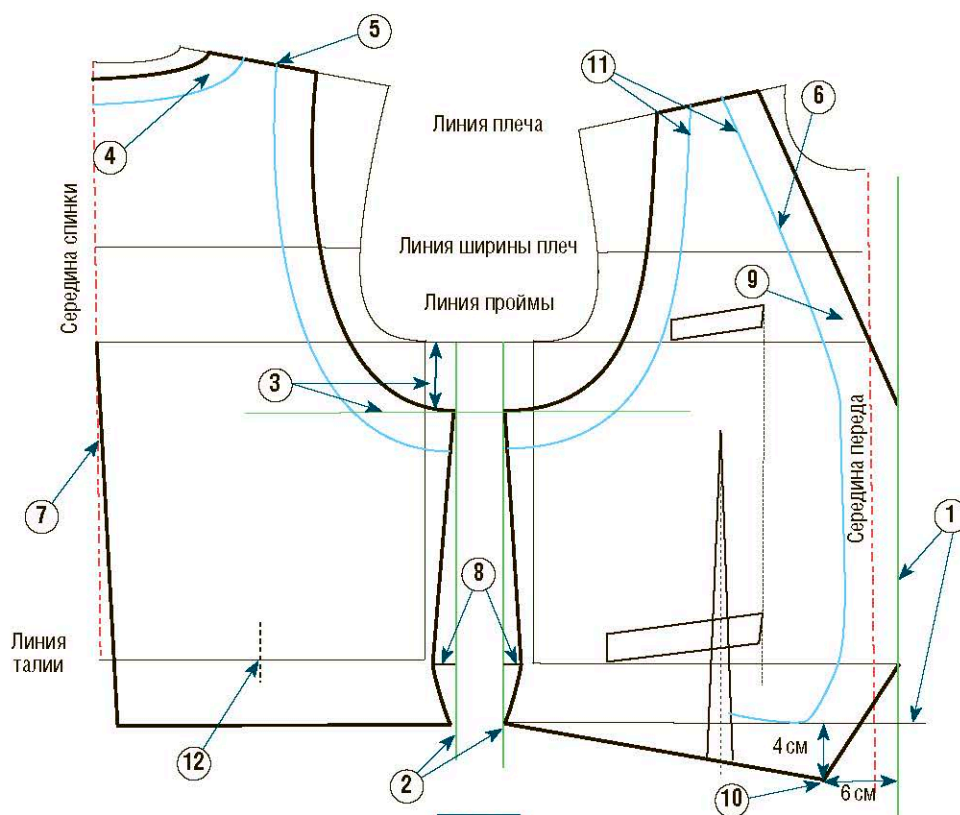

Рис. 1
Прежде всего нужно сделать базовую выкройку (на рис. 1 она размечена тонкими черными линиями) на основе стандартных или индивидуальных мерок (см. с. 20). В этот базовый чертеж далее можно будет внести необходимые изменения, которые позволят получить выкройку предлагаемой модели (обозначена толстыми черными линиями), и сделать в нем необходимые расширения на свободное облегание (отмечены зелеными линиями), подборты и обтачки (отмечены голубыми линиями).
- ⑥ На линии плеча полочки выполните расширение выреза, как на спинке (около 3 см), а затем начертите новую линию плеча такой же длины, как линия плеча спинки. После этого обозначьте пройму, соединив с высотой опущенной проймы. Определите глубину выреза горловины на линии середины переда, полученную точку соедините прямой линией с боковой точкой горловины.
- ⑦ Сделайте вытачку на середине спинки, начав ее от линии проймы и отступив по линии талии 1,5 см от линии середины спинки.
- ⑧ Постройте боковые вытачки: на спинке с раствором 1,5 см, на полочке – 2 см.
- ⑨ На полочке сделайте талиевую вытачку, отложив ее на расстоянии от линии середины переда, равном $1/8$ части обхвата груди (например, при обхвате груди = 96 см искомое расстояние составит $96 : 8 = 12$ см). Длина талиевой вытачки составляет 15–17 см, величина раствора – 2 см.
- ⑩ Определите точку середины переда, как это показано на рис. 1: она располагается примерно на 4 см ниже нижней линии жилета и на расстоянии около 6 см от наружного края полузаноса.
- ⑪ На расстоянии примерно 3–5 см начертите параллельные кривые, обозначающие вырез и пройму полочки и спинки, для создания формы обтачек и подбортов (на рис. 1 отмечены голубыми линиями). Чтобы облегчить соединение с подкладкой, закруглите углы внутреннего края подборта по линии середины переда.
- ⑫ На расстоянии примерно 14–15 см от середины спинки отметьте местоположение пояса (хлястика), регулирующего ширину сзади.
В большинстве случаев нижний карман размещается на линии талии, а верхний – на уровне проймы (см. рис. 1 на с. 33).